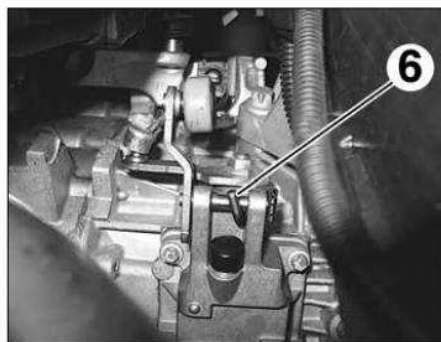

FIG. 4
- Posizionare il piolo (6) in selezione 1°-2° marcia (Fig.4).